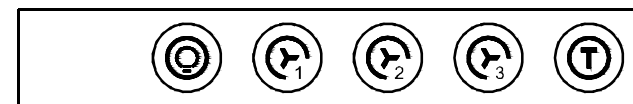

РИС. 10
7.2.4. Электронный переключатель ККВ-1 (рис. 10) имеет пять кнопок.